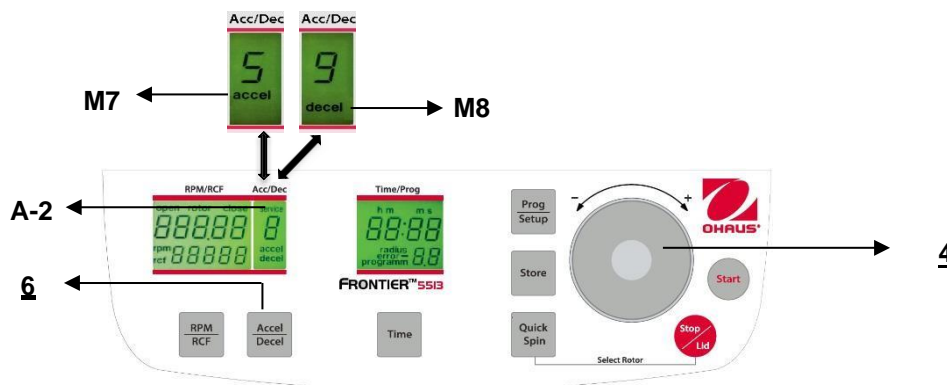

Figure. 15
Cette fonction est activée avec la touche "**Accel/Decel**" (6) (voir la figure 15).